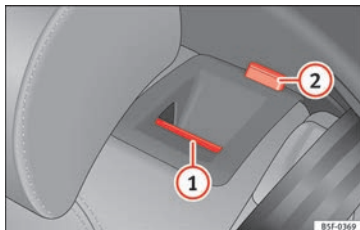

Fig. 143 No encosto do banco traseiro: botão de desbloqueio (1); marca vermelha (2).
- Puxe o manípulo de desbloqueio » **Fig. 143** (1) para a frente e, ao mesmo tempo, rebata o encosto.
- O encosto traseiro está desbloqueado quando se vê uma marca vermelha no botão (2).
O encosto traseiro está desbloqueado quando se vê uma marca vermelha no botão » **Fig. 143** (2).